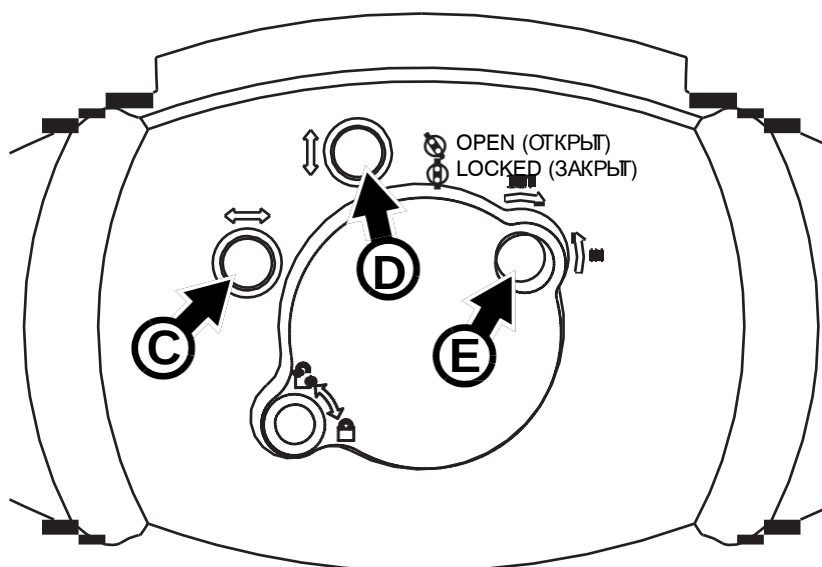

Рисунок 11. Регулировка лампы
4. См. рисунок 11. Поворачивайте три регулировочных винта лампы Torx 20 C, D и E для получения наиболее равномерного луча.